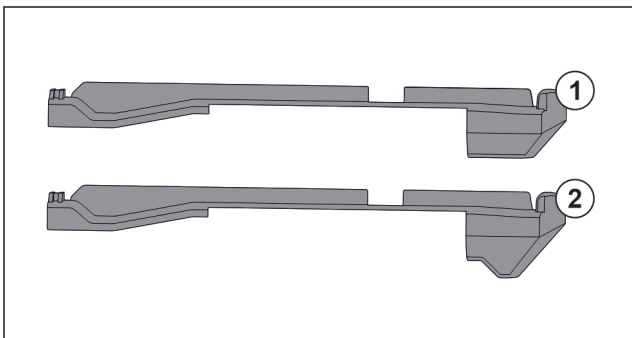

Fig. 62 Sammenligning av påsettsingsdeler
I apparatet finnes to ulike påsettsingsdeler. Påsettsingsdel over en nederste skuffen Fig. 62 (2) har en trekantet kant. Alle andre påsettsingsdeler Fig. 62 (1) har en rett kant.
- ▶ Anbring påsettsingsdel Fig. 62 (2) med trekantet kant over nederste skuff.
- ▶ Anbring påsettsingsdel Fig. 62 (1) med rett kant til alle andre steder.